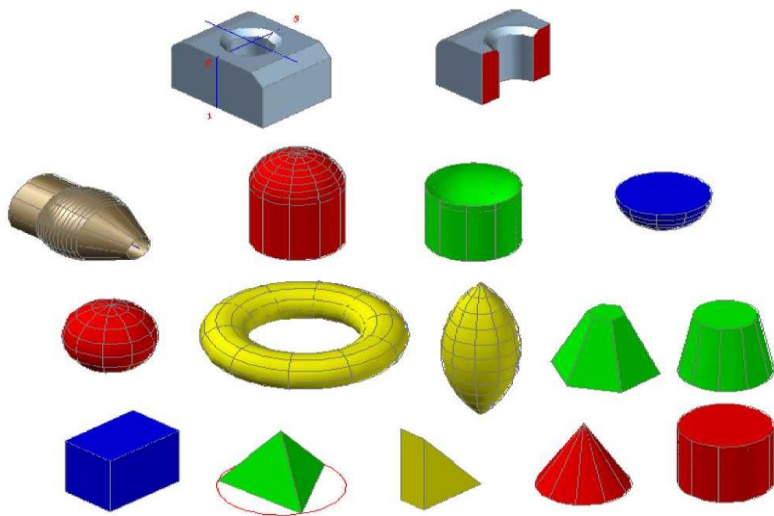

Рис. 25 – Образец выполненного задания
45. Сохранить файл чертежом. Выйти из AutoCAD (рисунок 25).